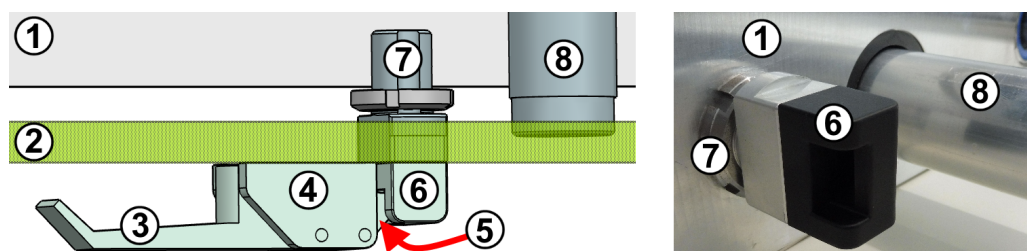

Figura 7-2: Vista trasversale dall'alto del meccanismo di bloccaggio a ginocchiera (a sinistra) e immagine di dettaglio (a destra)
I componenti del meccanismo di bloccaggio a compressione sono illustrati in figura 7-2:
Questa posizione impedisce la collisione dello scrocco (contrassegnato con 5 in figura 7-2) con il blocco di chiusura (6).